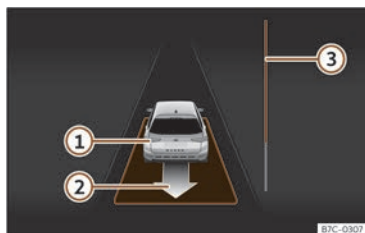

Abb. 138 Am Bildschirm des Kombi-Instruments: parallel zur Fahrbahn ausparken.
- Fahren Sie rückwärts, bis das Dauertonsignal des ParkPilot ertönt; **ODER:** fahren Sie zurück, bis am Bildschirm des Kombi-Instruments die Anzeige zur Vorwärtsfahrt erscheint. Die Fortschrittsanzeige >>> (**Abb. 138**) ③ zeigt den zurückzulegenden Abstand an.